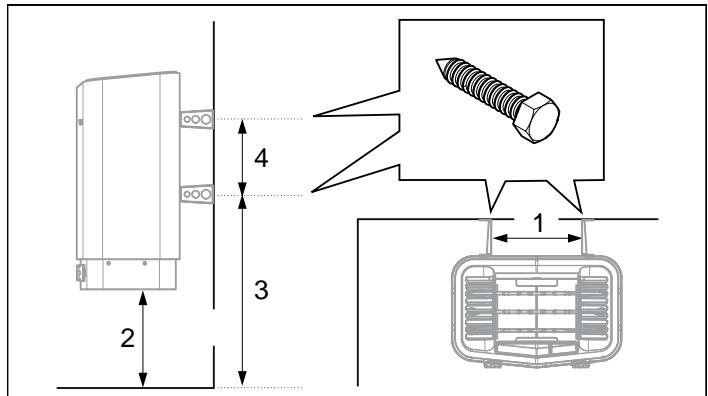

Fig 8: Måtsättning
6. Placer konsolskruvarna enligt måtsättning se Fig 8, sidan 3.